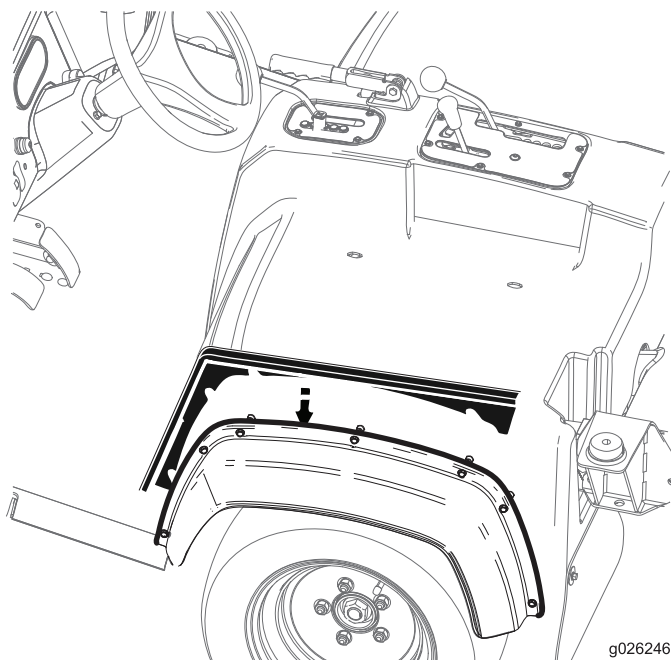

Figura 24
2. Deslize os painéis da placa lateral entre o resguardo do banco e os guarda-lamas laterais como se mostra na Figura 24.